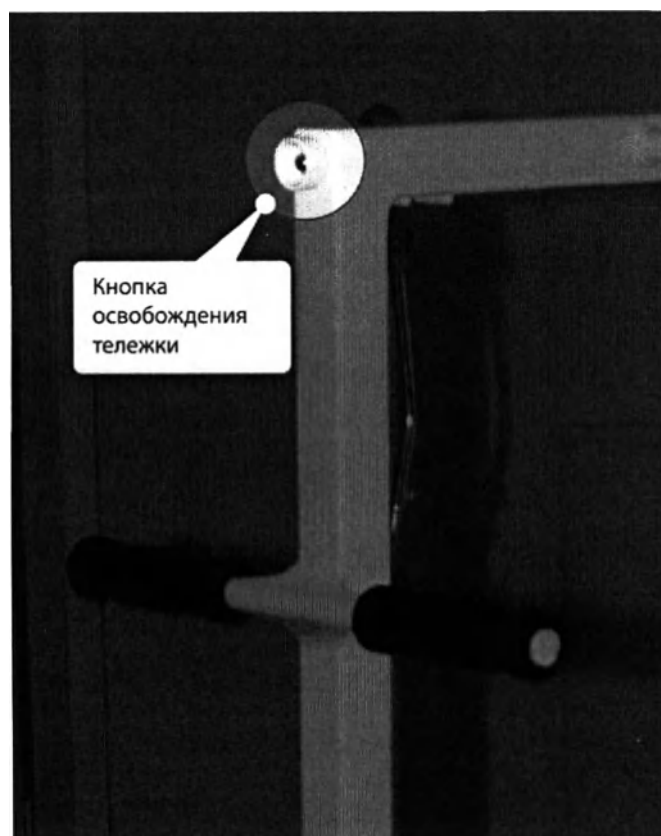

Рисунок 8-5 — Телёжка для смены коллиматоров: кнопка освобождения тележки
- Кнопкой освобождения (Рисунок 8-5).